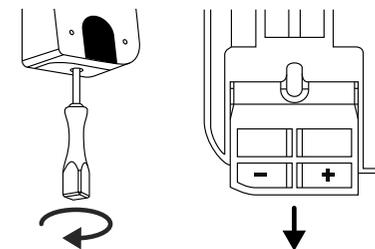

Fig. 3
③ Rimuovere la vite dal lato inferiore del tastierino con il cacciavite Tx8 in dotazione ed estrarre il vano batteria dal basso (Fig. 3).